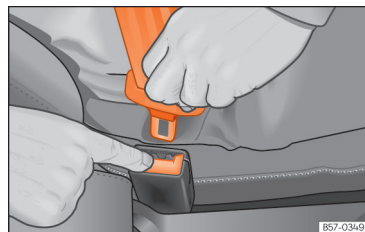

Рис. 27 Відстібання ременя безпеки.
- Натисніть червону кнопку замка »» **рис. 27**. Пряжка ременя вискочить із замка.